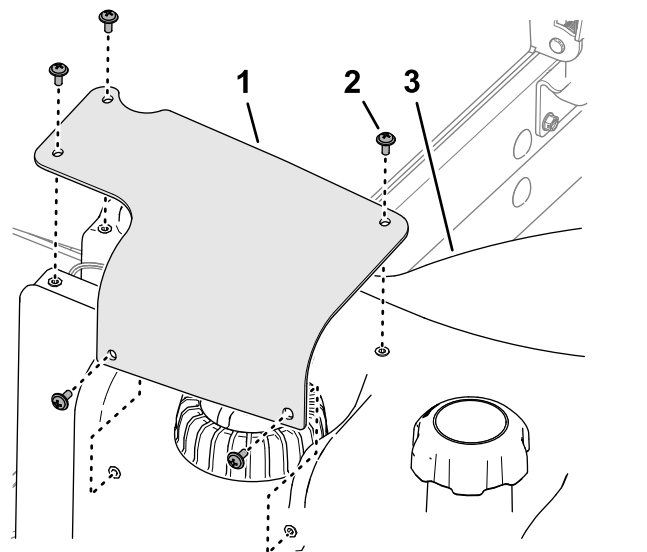

図 96
7. 燃料センダのカバーについている穴を燃料タンクの穴に合わせ、プラスねじ5本でカバーをタンクに取り付ける 図 96。